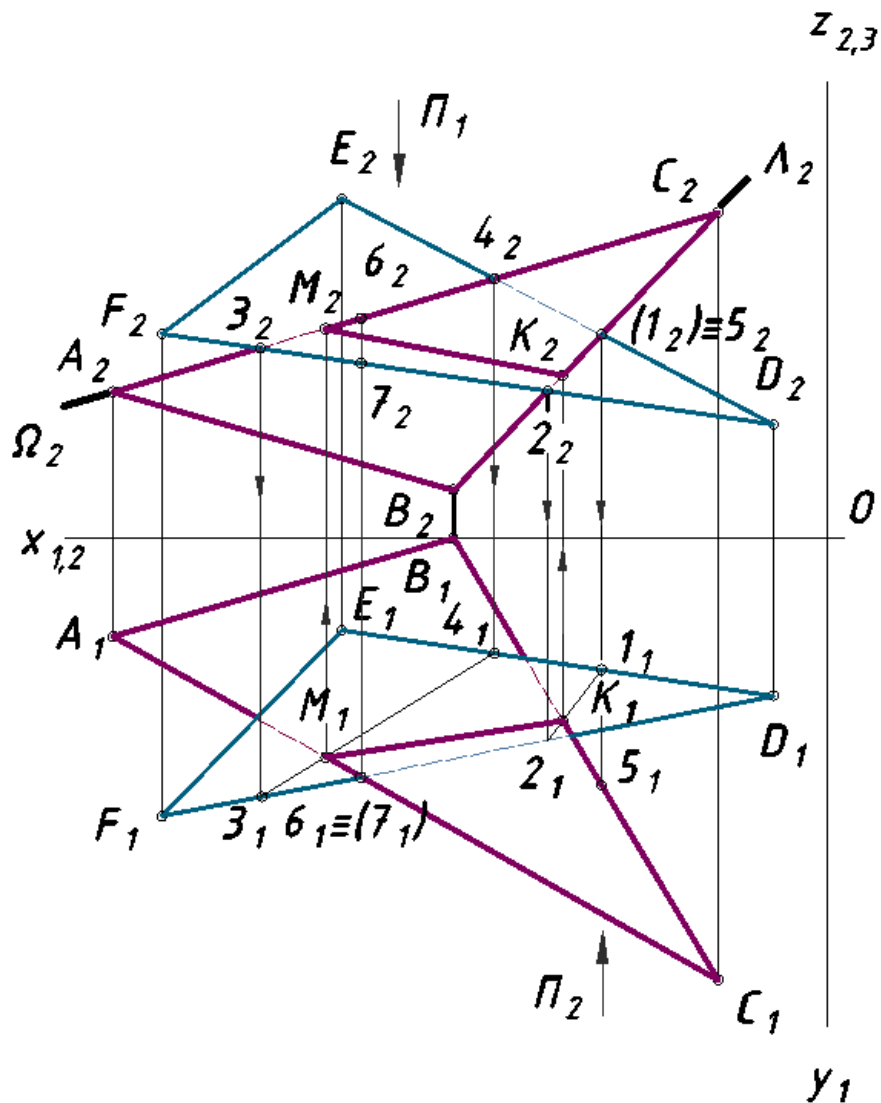

Рис. 3.3. Определение видимости элементов чертежа.
3.1. Видимость на фронтальной проекции (рис. 3.3) определяется с помощью конкурирующих точек  $1 \in DE$  и  $5 \in BC$ . Горизонтальная проекция точки 5 лежит ниже (глубина точки 5 больше), следовательно, точка 5 и сторона  $BC \in \Sigma(\Delta ABC)$  на фронтальной плоскости проекции видимы, а точка 1 и сторона  $DE \in \Delta DEF$  невидимы на  $\Pi_2$ .
3.2. Видимость на горизонтальной плоскости проекций (рис. 3.3) определяется с помощью конкурирующих точек  $6 \in AC$  и  $7 \in DF$ .